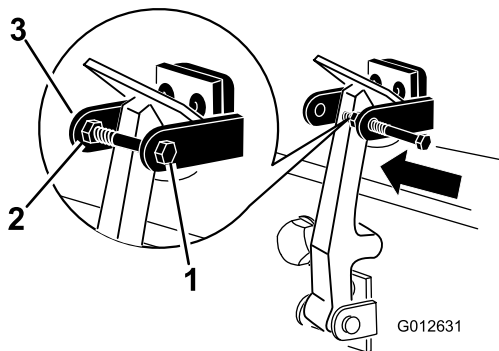

図 6
7. フードロックブラケットのもう一方のアームにボルトを取り付けてラッチを固定する図 6。ボルトはしっかりと固定するがナットの締め付けは行わないこと。